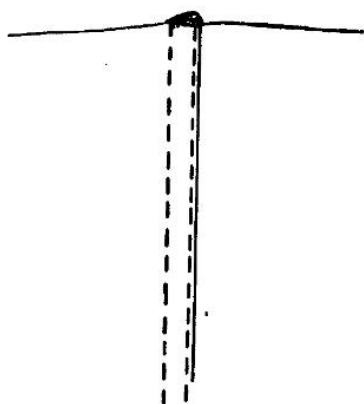

Рис. 103
3. Настрочите припуски на изделие строчкой в край, используя в качестве ориентира край внутренней выемки лапки (рис. 103).